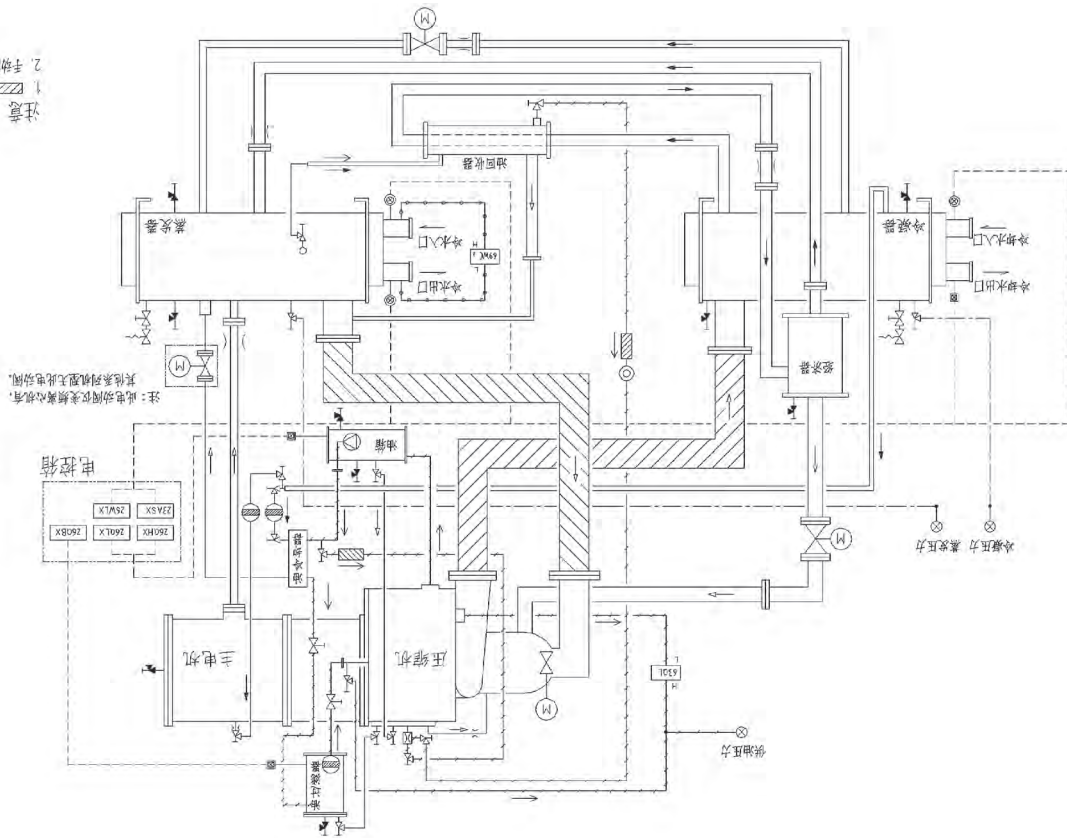

图 4 离心式冷水机组循环系统图
- (6) 触摸屏上的容量控制灯“自动”灯亮。和(5)项的容量控制阀全闭相对应。
- (7) 蒸发器、冷凝器通水后，水室箱以及水配管中的空气通过排气阀排掉。空气排
- (8) 油泵启动后，油压正常。（参照 1.6(a)）
- (9) 各个阀的开闭状态固定在正确的位置。（参照图 4）